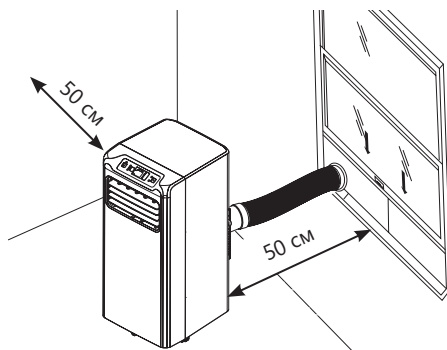

Рис. 2
4. Для эффективной работы прибора соблюдайте свободное расстояние 50 см от стенок прибора (см. Рис. 2).